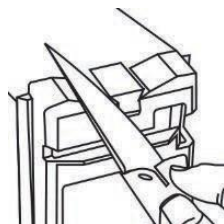

fig. 7
3. Insérez la base de la lame du couteau dans une des fentes d'affûtage pour couteaux (A) jusqu'à ce qu'elle touche la meule (fig. 7).